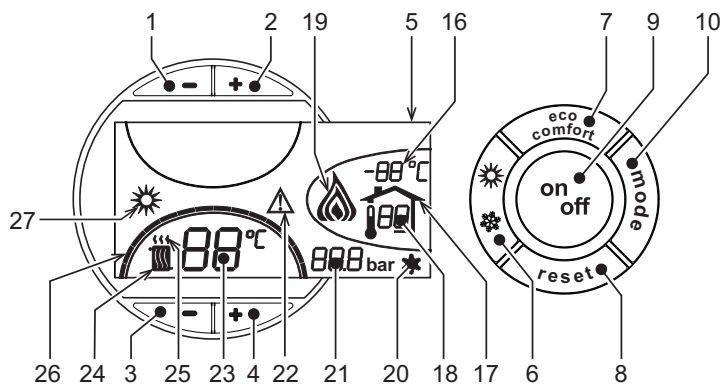
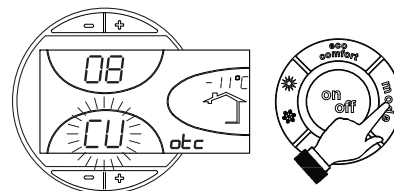
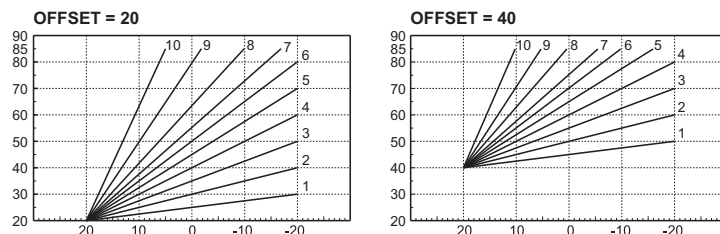

рис. 1 - Панель управления
рис. 9 - Кривая погодозависимого регулирования
рис. 12 - Пример параллельного смещения кривых погодозависимого регулирования
Нажмите клавишу on/off (поз. 9 - рис. 1) в течение 1 секунды.
Для повторного включения котла снова нажмите клавишу on/off (поз. 9 рис. 1) в течение 1 секунды.
- Нажмите кнопку ВКЛ/ВЫКЛ (9 - рис. 1)
Нажмите клавишу **Лето/Зима** (поз. 6 - рис. 1) на 1 секунду.
На дисплее высвечивается символ "Лето" (поз. 27 - рис. 1). При этом котел будет вырабатывать только воду для ГВС. Остается активной система защиты от замерзания.
Для выключения режима "Лето" вновь нажмите клавишу **Лето/Зима** (Поз. 6 - рис. 1) на 1 секунду.
Температура в системе отопления регулируется в пределах от 30°C до 80°C с помощью клавиш (дет. 3 и 4 -)рис. 1.
Температура в системе ГВС регулируется в пределах от 10°C до 65°C с помощью клавиш (поз. 1 и 2 - рис. 1).
При установке внешнего датчика (опция) на дисплей панели управления (поз. 5 -) выводится рис. 1 текущая внешняя температура, измеряемая этим датчиком. При этом система управления котлом работает в режиме "Плавающая температура". В этом режиме температура воды в системе отопления регулируется в зависимости от внешних климатических условий с тем, чтобы обеспечить максимальный комфорт и экономию энергии в течение всего года. В частности, при увеличении температуры наружного воздуха уменьшается температура подаваемой в систему отопления воды в соответствии с определенной "характеристикой компенсации".
В режиме плавающей температуры величина, заданная с помощью клавиш регулировки отопления (поз. 3 и 4 - рис. 1), становится максимальной температурой воды системы отопления. Рекомендуется устанавливать ее на максимальную величину, чтобы позволить системе выполнять регулировку во всем полезном рабочем диапазоне.
При однократном нажатии на клавишу **Режим** (поз. 10 - рис. 1) отображается фактическая компенсационная кривая (рис. 9), которую можно изменить с помощью **клавиш системы ГВС** (поз. 1 и 2 - рис. 1).
При нажатии **клавиш регулировки температуры отопления** (поз. 3 и 4 - рис. 1) обеспечивается доступ к режиму параллельного изменения кривых (рис. 12), изменяемого с помощью **клавиш системы ГВС** (поз. 1 и 2 - рис. 1).
При повторном нажатии клавиши **Режим** (поз. 10 - рис. 1) осуществляется выход из режима регулировки параллельных кривых.
Если к котлу подключено устройство дистанционного управления с таймером (опция), вышеописанные регулировки производятся в соответствии с указаниями, приведенными в таблице 1. При этом на дисплее пульта управления (поз. 5 - рис. 1) высвечивается температура в помещении, измеряемая устройством дистанционного управления.
Выбор режимов ECO/COMFORT	При выключении режима ГВС с пульта ДУ котел переходит в режим "Эко-поту". В этих условиях клавиша Трис. 1 - на панели котла отключена. При включении режима ГВС с устройства ДУ с таймером котел устанавливается в режим Comfort. В этих условиях с помощью клавиши Трис. 1 - на панели управления котла можно выбрать любой из этих двух режимов.